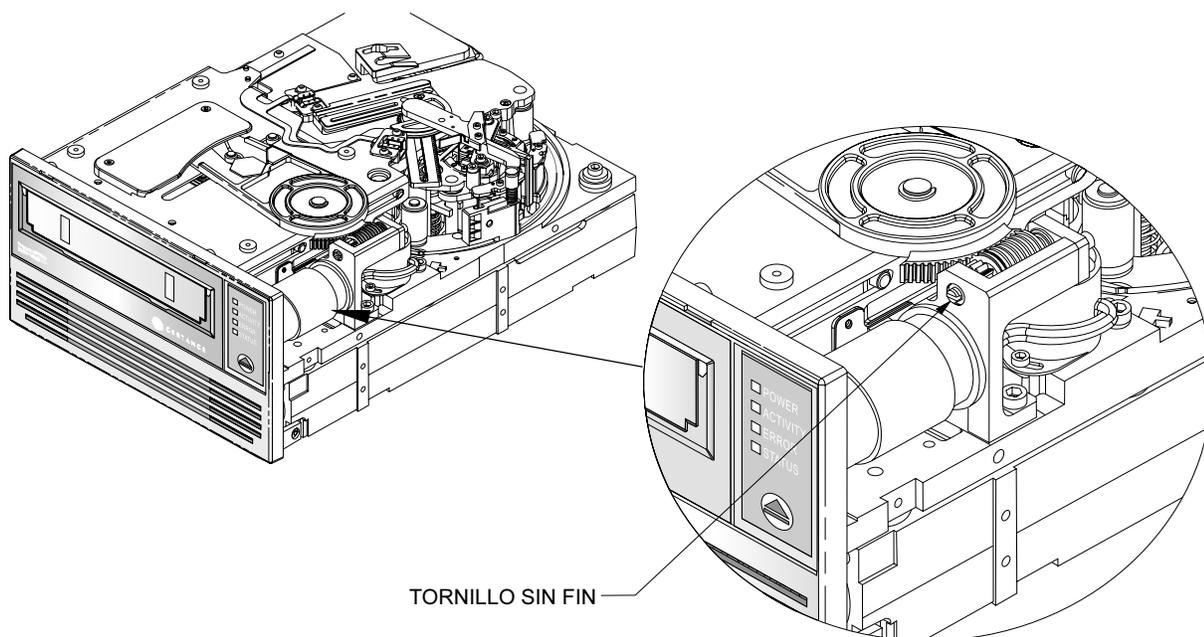

Figura 22. Tornillo sin fin de las unidades LTO-1 y LTO-2
2. Utilice un destornillador de cabeza plana para girar el tornillo sin fin en sentido contrario a las manecillas del reloj (a la izquierda). La Figura 22 en la página 82 muestra la ubicación del tornillo sin fin. Esto levantará gradualmente el elevador del cartucho y hará que el cartucho se deslice parcialmente hacia afuera de la unidad.